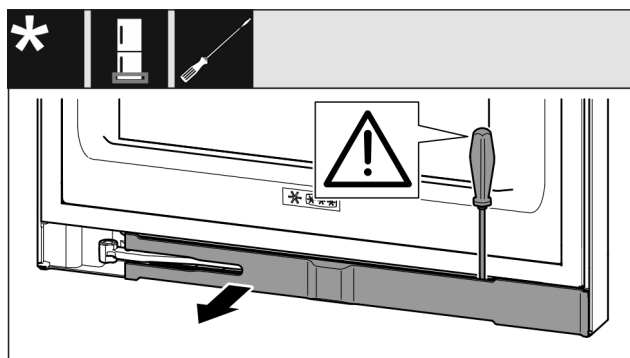

Fig. 17
- Disinnestare la maschera con un cacciavite a intaglio e ruotarla lateralmente. (vedere Fig. 17)